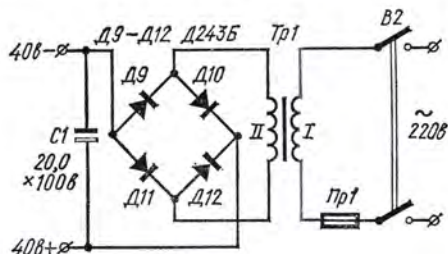

Рис. 2
Для питания замка используется двухполупериодный выпрямитель, схема которого изображена на рис. 2. Силовой трансформатор $Tr1$ намотан на сердечнике $Ш28 \times 50$. Первичная (I) обмотка трансформатора содержит 640 витков провода ПЭВ-1 0,49, вторичная (II) — 116 витков провода ПЭВ-1 1,5.